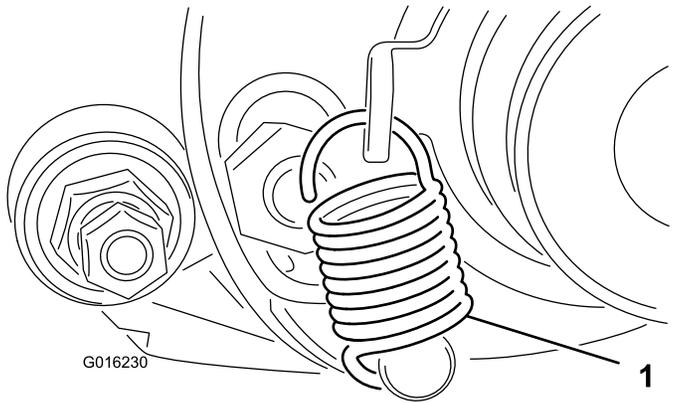

Figura 15
35. Gire la polea tensora hasta que pueda enganchar el muelle de la palanca de cambio en el taladro del soporte de la polea y sobre el espárrago, según se muestra en **Figura 15**.